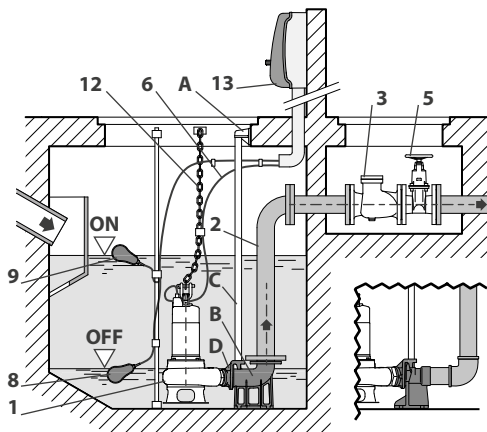

Fig. 9.3
- ruotare la pompa di 180° per scaricare l'olio in apposita vaschetta di raccolta (Fig. 9.3);